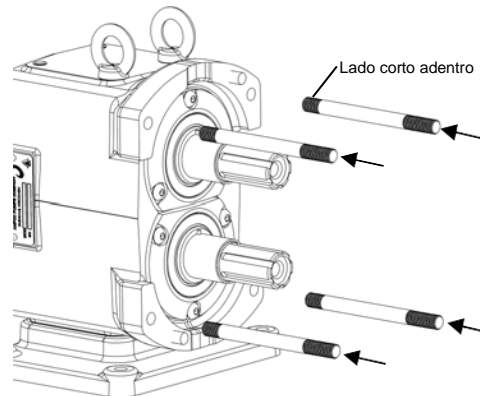

Figura 53: Instalación de postes de caja de engranes
5) Enrosque los postes de la caja de engranes al frente como se muestra en la figura 53. Instale el lado corto del poste adentro.